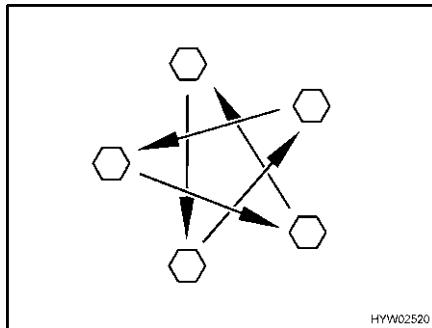

Fig. 142 Serrare a croce i dadi o i bulloni delle ruote
- Controllare regolarmente il serraggio dei dadi o dei bulloni. Regolare a croce (Fig. 142) il serraggio dei dadi o dei bulloni di una ruota sostituita dopo circa 50 km.
- ▷ Serrare a croce i dadi o i bulloni delle ruote (Fig. 142).